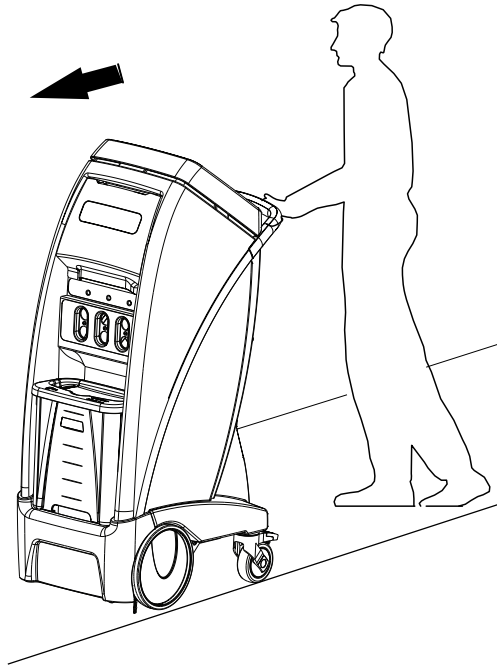

图14-23: 搬运位置
- 确保放置产品时, 端口朝向正面 (第14-35页, 图14-23)。